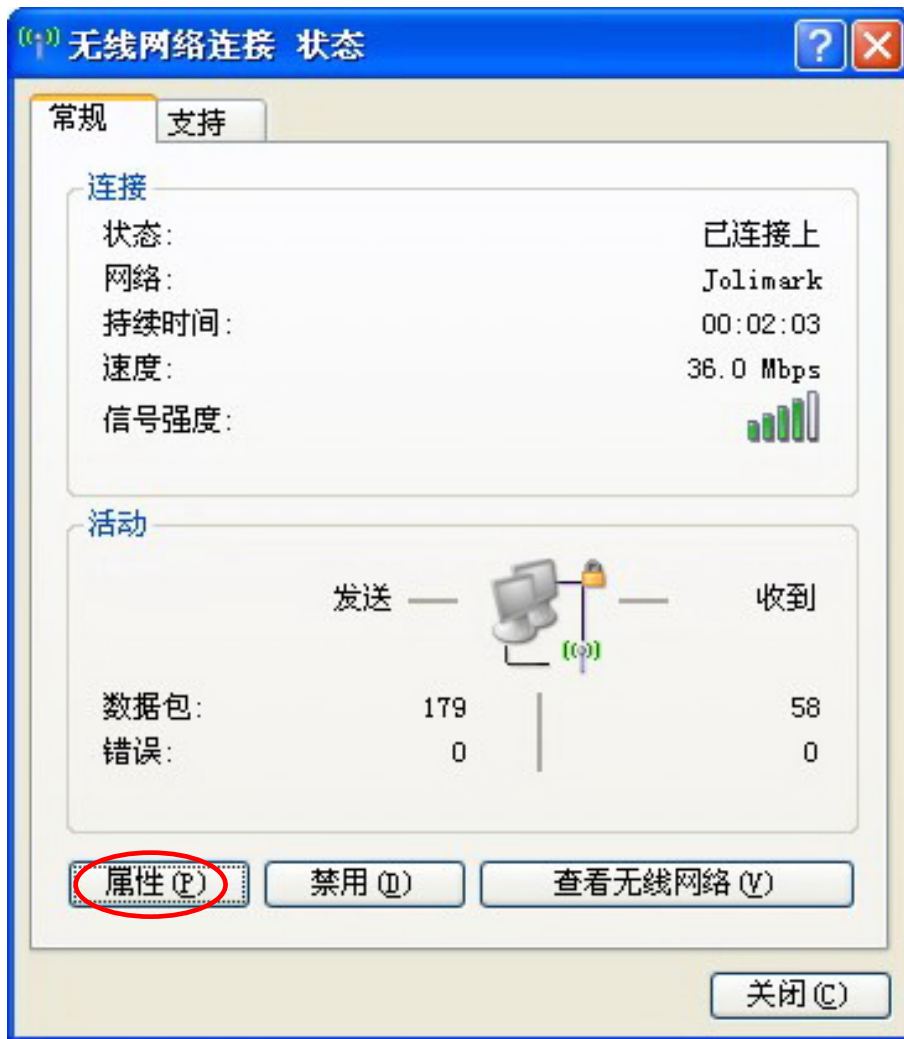

图 9
② 在弹出的“无线网络连接状态”对话框点击“属性”（如图 9）。